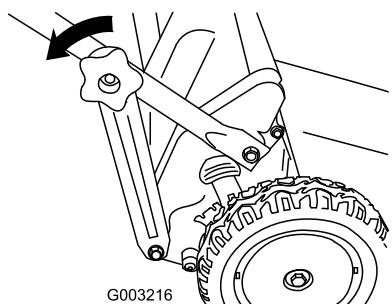

Bild 42
- Nehmen Sie die Handräder am unteren Griff ab und nehmen Sie die Halterungen an beiden Seiten von dem unteren Ende des Griffes ab (Bild 42).